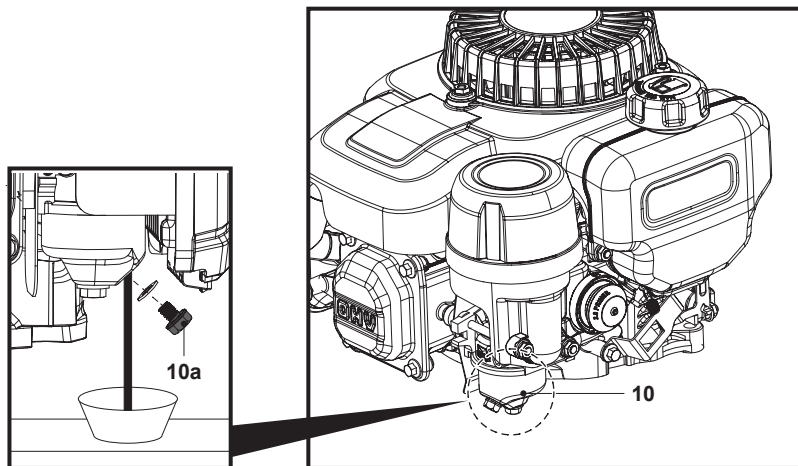

Fig. 23
3. Dévisser la vis de vidange de carburant (10a) et laisser le carburant s'écouler dans le récipient (Fig. 23).